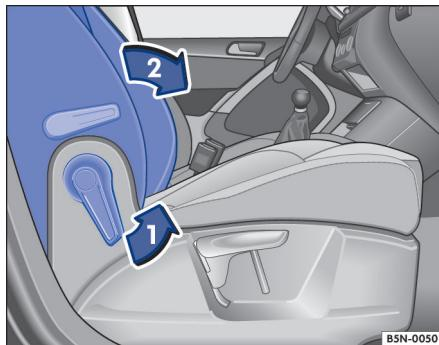

Fig. 89 Banco do passageiro dianteiro: rebater o encosto para frente.
- Destrarvar o encosto do banco do passageiro dianteiro no sentido da seta → Fig. 89 1.
- Rebater o encosto do banco do passageiro dianteiro para frente, no sentido da seta → Fig. 89 2, para a posição horizontal.
- Para rebater de volta, destravar novamente o encosto do banco do passageiro dianteiro → Fig. 89 1.